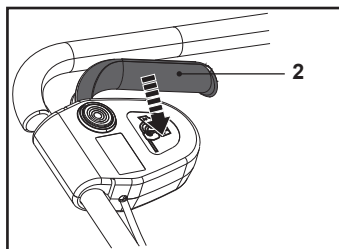

Fig. 14
1. Relâcher le levier de démarrage (2) pour arrêter la tondeuse à gazon (Fig. 14).